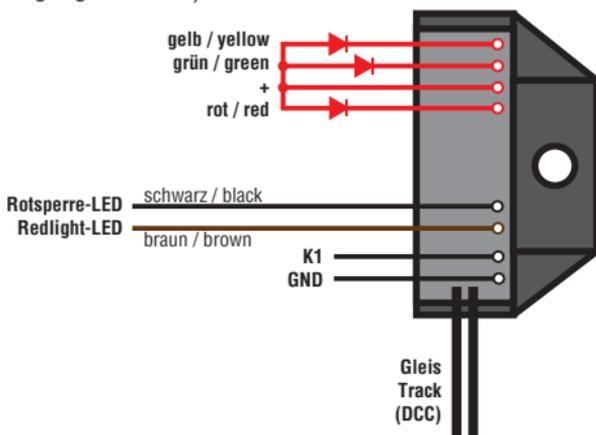

Abbildung 2: Anschlusskabel anlöten (Ansicht von unten)
- Über den Kontakteingang K1 kann (wenn CV61 = 1 aktiv) das Signal manuell auf rot gestellt werden. (Ab Hardwareversion 2.0, siehe Kontakteingang in Abb. 2)